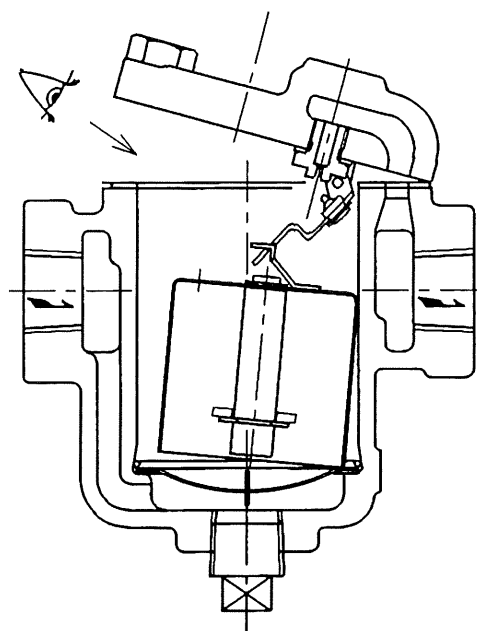

図 3
- バケツに掃除棒を通した後、ふたにレバーやバケツを組み付けて弁箱にのせます。このときバケツが外れやすいので注意が必要です。弁箱入口側のふたの端を少し持ち上げると、バケツの釣り金具がレバーに確実に引掛かっているか否かが容易に確認できます。(図3)
(5) バケツに掃除棒を通した後、ふたにレバーやバケツを組み付けて弁箱にのせます。このときバケツが外れやすいので注意が必要です。弁箱入口側のふたの端を少し持ち上げると、バケツの釣り金具(13)がレバーに確実に引掛かっているか否かが容易に確認できます。(図3)
(6) 呼び水が入っているか確認して下さい。